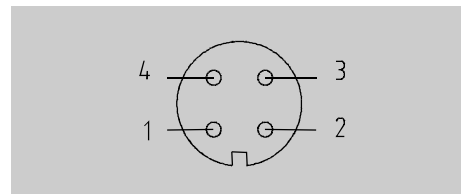
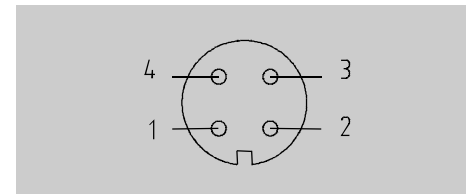

Bild 2. Füllstandsanzeige (Nr. 17) –
Bild 3. Füllstandsanzeige (Nr. 17) –
- 17 Anschlussstecker Niveauschalter (Bild 2, Bild 3) (optional)**
Optional ist das MMS-System LUBRILEAN® Vario zusätzlich mit einem 4-Punkt Schwimmerschalter ausgerüstet. Die Steckerbelegung entnehmen Sie bitte Bild 2 und Bild 3.